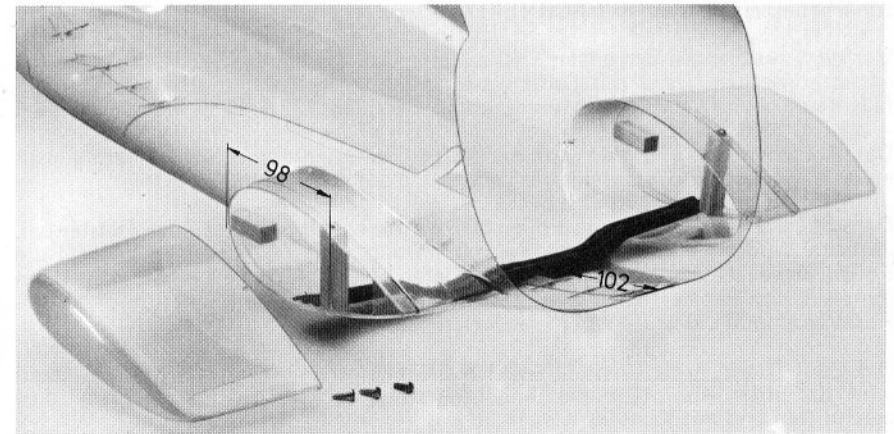
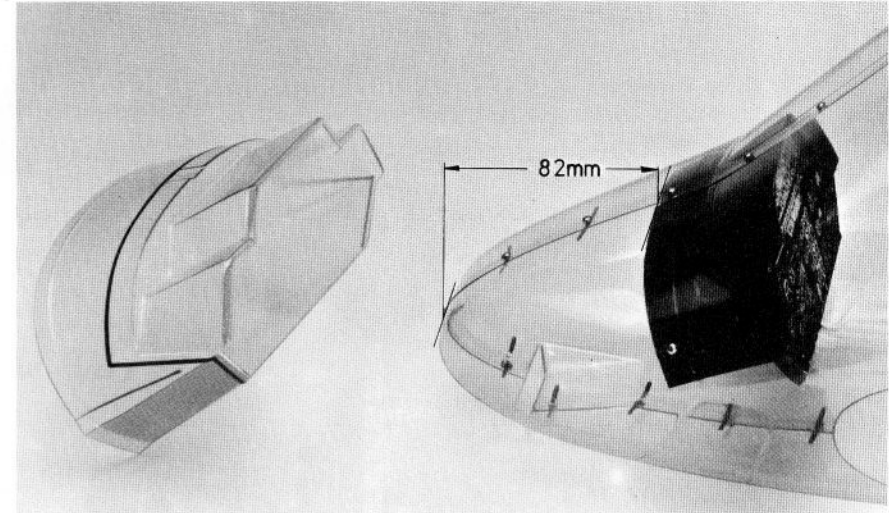

Abb. 11
Abb. 12
Die Abb. 12 zeigt neben der im Rumpf eingebauten Armaturentafel eine weitere, um den Schnittkantenverlauf zu verdeutlichen. Dieser ist zudem im Werkstoff markiert. Der Befestigungsflansch darf nicht weggeschnitten werden.
Die Verstärkungsleiste (5) wird, querliegend, so eingepaßt, daß deren Hinterkante etwa den Abstand von 102 mm von der unteren Hinterkante der Zellenhälften (1) und (2) hat. Mit 5 Klammern befestigen, die erste in der Mitte, die weiteren im Abstand von je 60 mm und 120 mm links und rechts von dieser. Siehe Abb. 11. Auf dieser Abbildung ist die Verstärkung zur Verdeutlichung lackiert. Abb. 11 zeigt ebenfalls die Montage der beiden Stummelflügel (3), (4). Damit hierbei die Verschraubung mittels der Blechschrauben (2,9x9,5) dauerhaft ist, werden für jede Seite 2 Hilfsleisten aus (7) hergestellt und eingepaßt und mit beiliegendem Kontakt-Kleber wie gezeigt, auf die Innenseite des Flansches geleimt. Dadurch ergeben sich auf jeder Seite 3 Punkte zum Verschrauben. Aus Abb. 12 geht die Lage des Armaturenbrettes (6) hervor. Es wird provisorisch mit 3 Klammern befestigt, wobei man von der Mitte ausgeht und dann genau ausrichtet.
Das Bauteil der Armaturentafel wird zweckmäßigerweise schwarz lackiert. Dann wird das unter Abb. 12 dieser Anleitung aufgedruckte Instrumentenbrett ausgeschnitten und mit Kontakt-Kleber auf das Lexanteil aufgezogen.